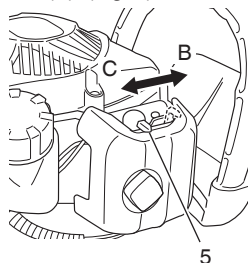

Fig. 5
- Réglez le starter (5) en position fermée « CLOSED » (B). (Fig. 5)